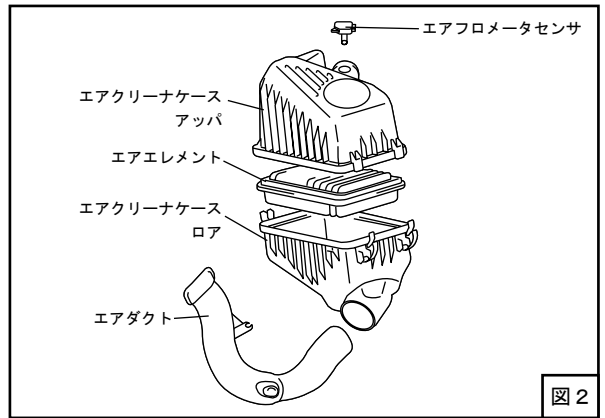

図2
- (4) エアフロメータセンサからコネクタを外してください。(図2)
- (5) エアクリーナケースアツパ、エアエレメント、エアクリーナケースロアを取外してください。(図1、図2)
- (6) エアクリーナケースアツパからエアフロメータセンサを取外してください。(図2) (再使用します)